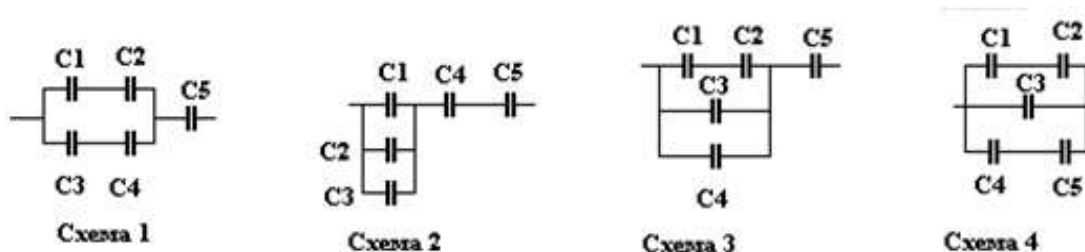

Рисунок 1
2. Определите эквивалентную ёмкость батареи конденсаторов (рис.1). Исходные данные приведены в таблице 1.